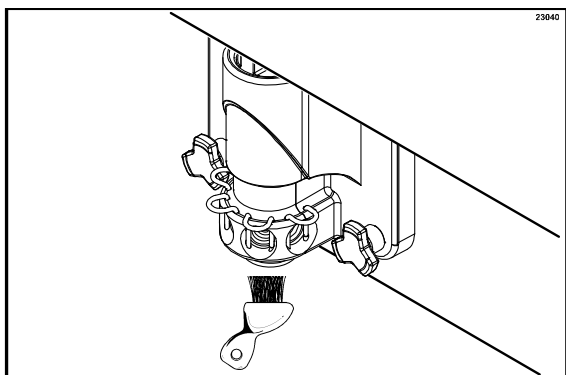

Рисунок 55
10. Возвратесь к фризери с небольшим количеством моющего раствора. Поставьте ведро под раздаточным отверстием двери, погрузите щетку для раздаточного отверстия двери в моющий раствор и очистите щеткой отверстия сиропа в двери фризера, раздаточное отверстие двери и нижнюю часть ведомого спиннера, лопасть спиннера и фитинги линий подачи сиропа. (См. рис. 55)